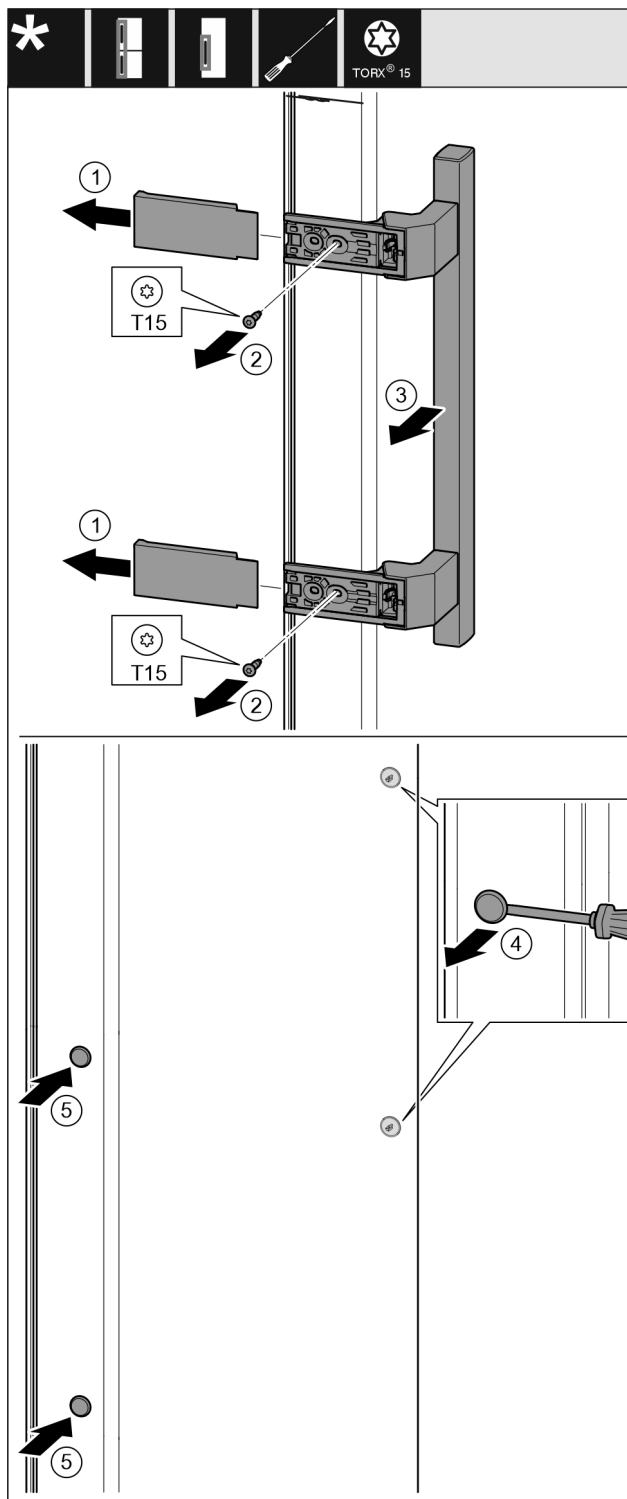

Fig. 15
- ▶ Retirer le recouvrement. Fig. 15 (1)
- ▶ Dévisser les vis avec un tournevis Torx 15. Fig. 15 (2)
- ▶ Retirer la poignée. Fig. 15 (3)
- ▶ Soulever et retirer avec soin le cache latéral avec un tournevis plat. Fig. 15 (4)
- ▶ Replacer le cache de l'autre côté. Fig. 15 (5)